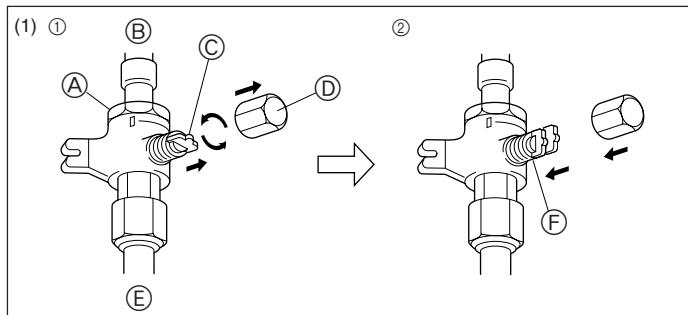
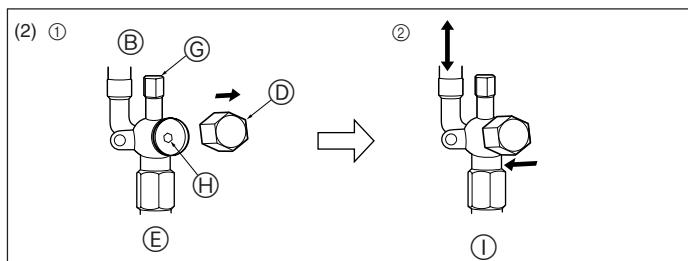

Fig. 4-4
Fig. 4-5
- (1) Gasseite (Fig. 4-4)
- ① Die Kappe entfernen, den Handgriff nach vorne ziehen, und zum Öffnen um 1/4 Umdrehung gegen den Uhrzeigersinn drehen.
- ② Sicherstellen, daß das Absperrventil vollständig offen ist, den Handgriff eindrücken, und die Kappe zurück in Ausgangsstellung drehen.
- (2) Flüssigkeitsseite (Fig. 4-5)
- ① Entfernen Sie die Kappe und drehen Sie die Ventilstange mit einem 4 mm-Sechskantschlüssel bis zum Anschlag gegen den Uhrzeigersinn. Hören Sie auf zu drehen, wenn der Anschlag erreicht ist.